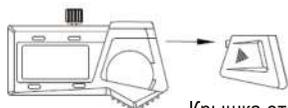

Рис. 1
- Снимите крышку батарейного отсека (рис.1).